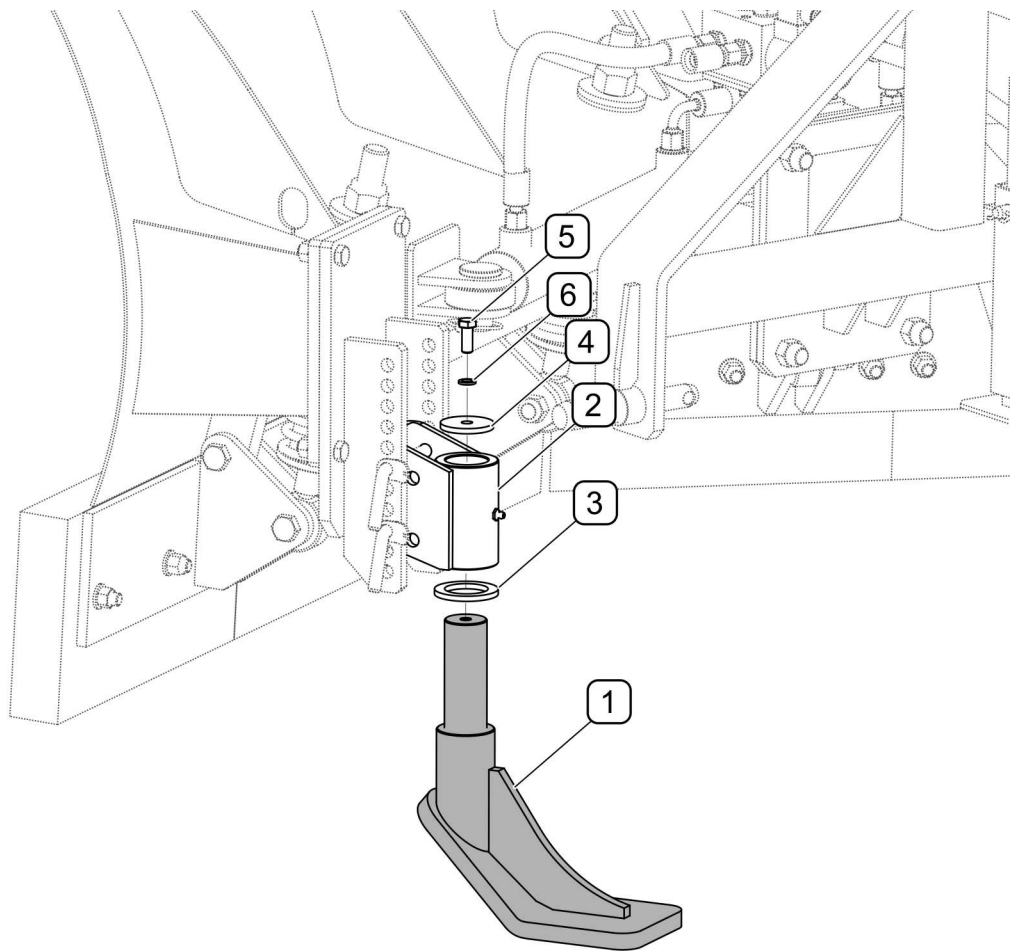

FIGURA 5.2 Reemplazo de los patines (opcional)
Si los componentes de la corredera están excesivamente desgastados o dañados, reemplácelos por unos nuevos (FIGURA 5.2). Para ello, levante el arado y apóyelo sobre soportes suficientemente estables y duraderos. Si el arado está montado y elevado en el enganche de tres puntos delantero, se debe asegurar adicionalmente contra caídas y se debe inmovilizar el tractor (apagar el motor y poner el freno de estacionamiento). Desatornille el tornillo (5) y extraiga el pie (1) del asiento (2). Revise el pie y otros componentes para detectar daños o desgaste excesivo. Listado de los elementos de trabajo del patín, con sus números de catálogo TABLA 1.3